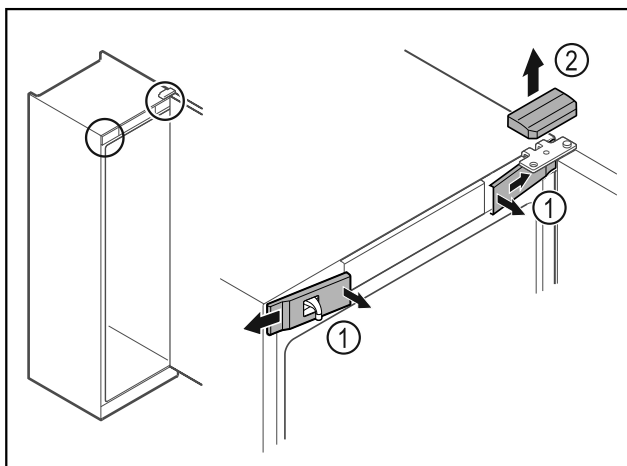

Fig. 13
- ▶ Izvadite prednje poklopce Fig. 13 (1) iznutra i skinite ih na stranu.
- ▶ Skinite gornji poklopac Fig. 13 (2) prema gore.